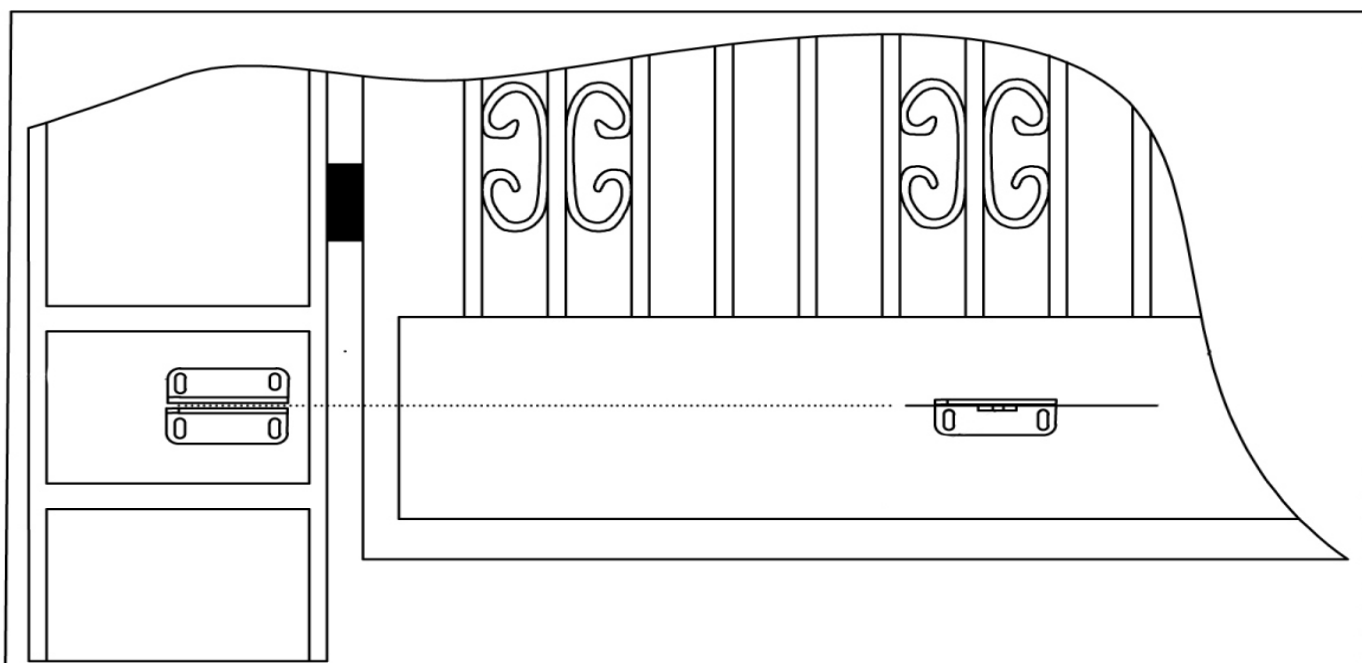

Рис. 5 Установка переднего кронштейна привода
- Выдержав монтажные размеры, закрепите переднее крепление на створке. Крепление можно прикрутить или приварить к створке. Установку проверяйте уровнем. Убедитесь, что высота заднего и переднего кронштейна находятся на одном уровне. (Рис. 5)